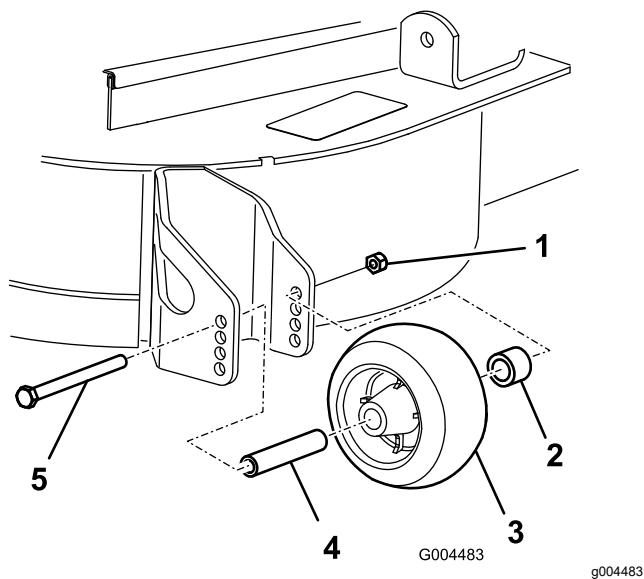

Figura 10
3. Depois de regular a altura de corte, ajuste os rolos retirando a porca flangeada, a bucha, a cunha e o parafuso (Figura 10).
5. Coloque a porca flangeada, o casquinho, o espaçador e o parafuso. Aperte com uma força de 54 a 61 N·m (Figura 10).